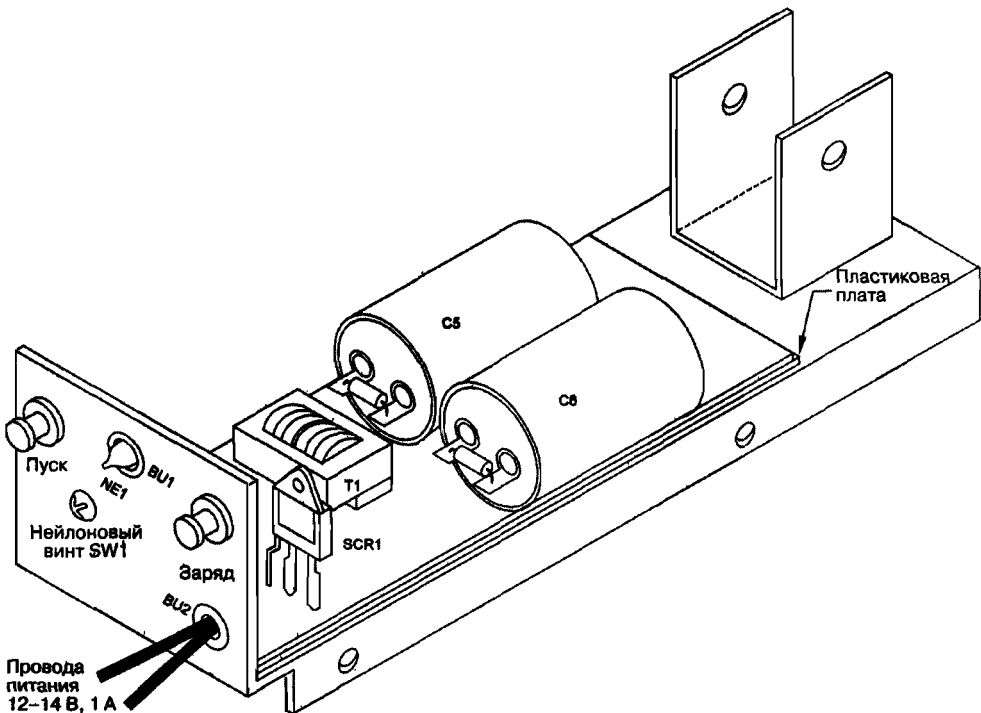
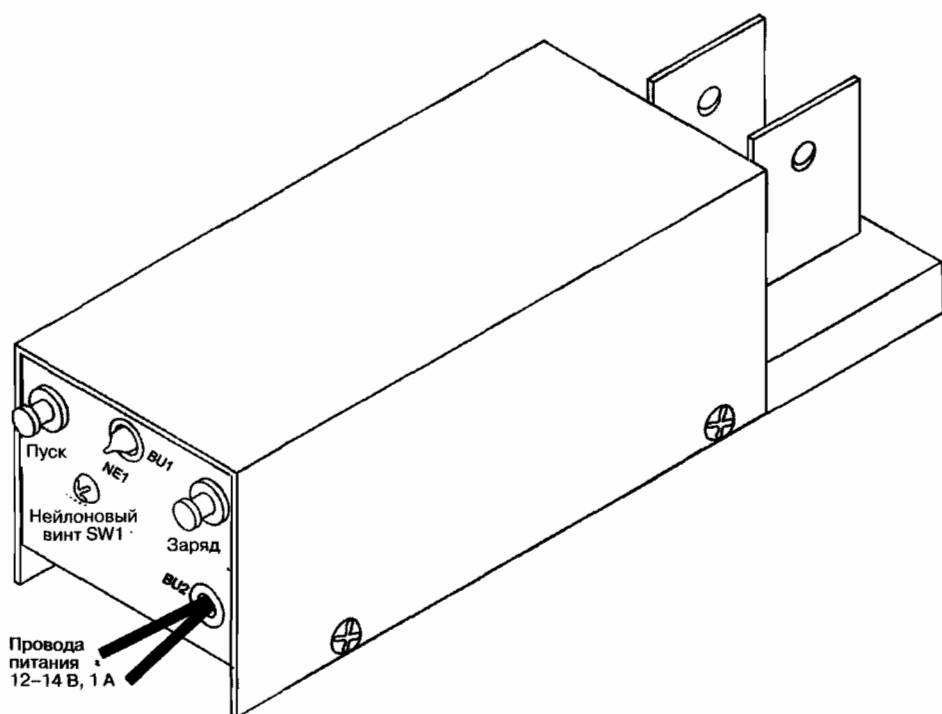

Рис. 2.7. Устройство в сборе без крышки
Рис. 2.8. Общий вид устройства в сборе
- Общий вид устройства в сборе без крышки показан на рис. 2.7, а с закрытой крышкой – на рис. 2.8. Обратите внимание на правильную установку транзистора Q1 с использованием изолирующей слюдяной прокладки (см. рис. 2.3), чтобы Q1 не выходил за габариты крышки и не касался ее.